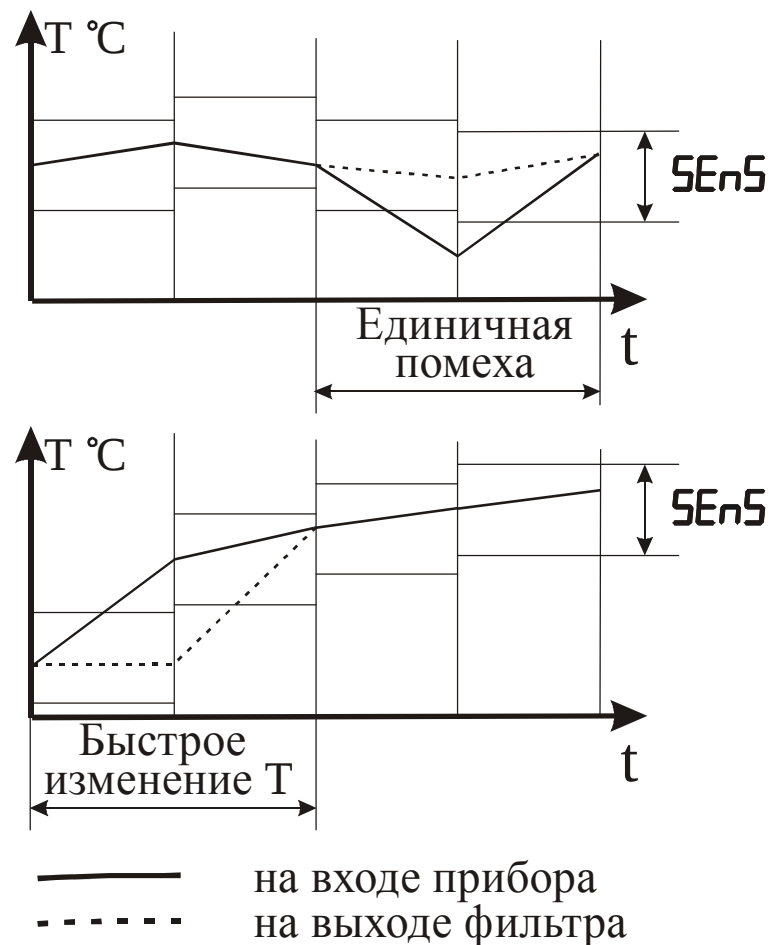

Рисунок 3.9 – Работа фильтра при воздействии случайной помехи и быстром изменении сигнала
3.3.3.7 С целью уменьшения влияния случайных импульсных помех на показания в прибор введена цифровая фильтрация. Работа фильтра описывается параметром “Полоса фильтра”. Если текущее значение температуры отличается от результатов предыдущего измерения на значение, которое превышает указанное в параметре “Полоса фильтра”, то проводится повторное измерение температуры, а на индикаторе остается старое значение (см. рисунок 3.9).